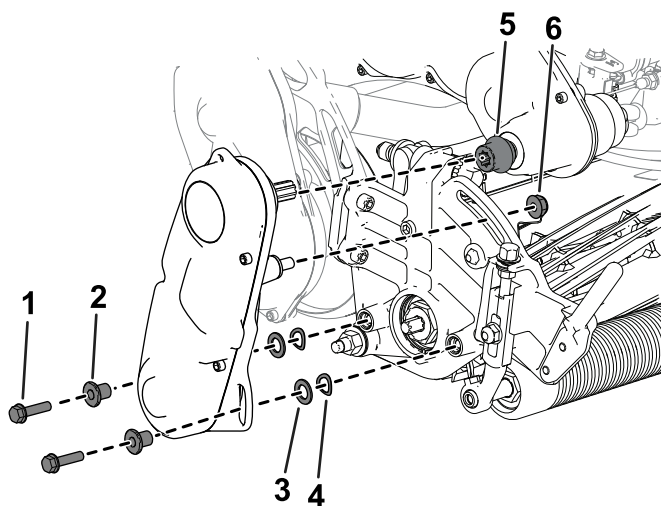

Figura 5
6. Montați elementul de cuplaj la arborele de transmisie (Figura 5).
7. Folosiți elementele de fixare îndepărtate anterior pentru a monta ansamblul de acionare a cilindrului la unitatea de tăiere (Figura 5).
8. Asigurați-vă că elementul de cuplaj (Figura 5) se poate mica cu ușurință înainte și înapoi pe arborele de transmisie.